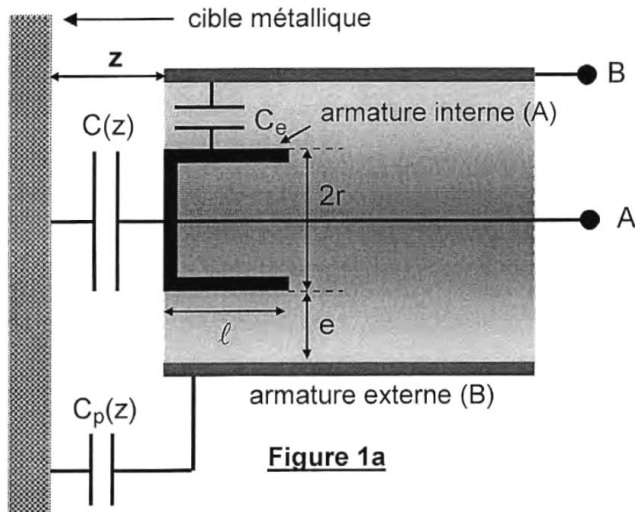

Figure 1a
Comme le montre la *figure 1a* ci-dessous, la tête de mesure de ce capteur est formée d'un conducteur cylindrique (A) et d'une enveloppe métallique coaxiale (B) réalisant un condensateur de capacité fixe C_e :